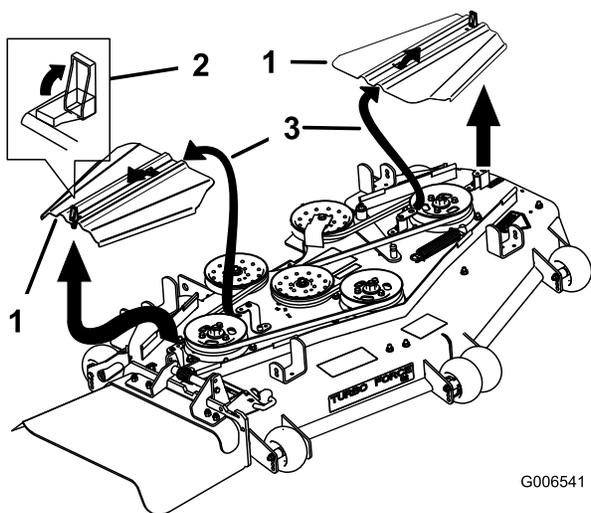

Figura 81
5. Retire las cubiertas de la correa (Figura 81).